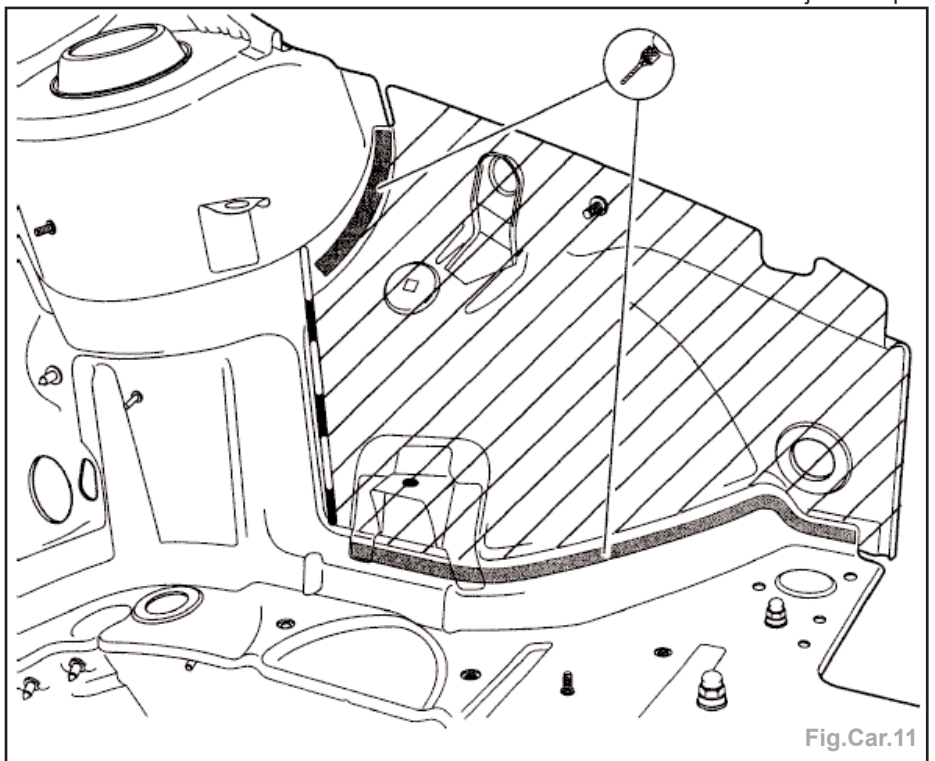

Fig.Car.11
- découper le passage de roue en avant du logement de jambe de force (Fig.Car.11),